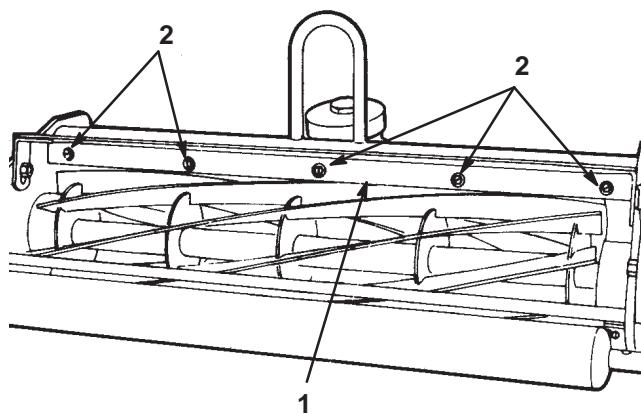

Bild 9
1. Lockern Sie die Schrauben, mit denen die obere Leiste befestigt ist (Bild 9). Führen Sie eine 1,5 mm Fühllehrze zwischen der Spindeloberseite und der Leiste ein und ziehen Sie die Schrauben an (Bild 9). Achten Sie darauf, dass Leiste und Spindel über die gesamte Spindellänge den gleichen Abstand voneinander haben.